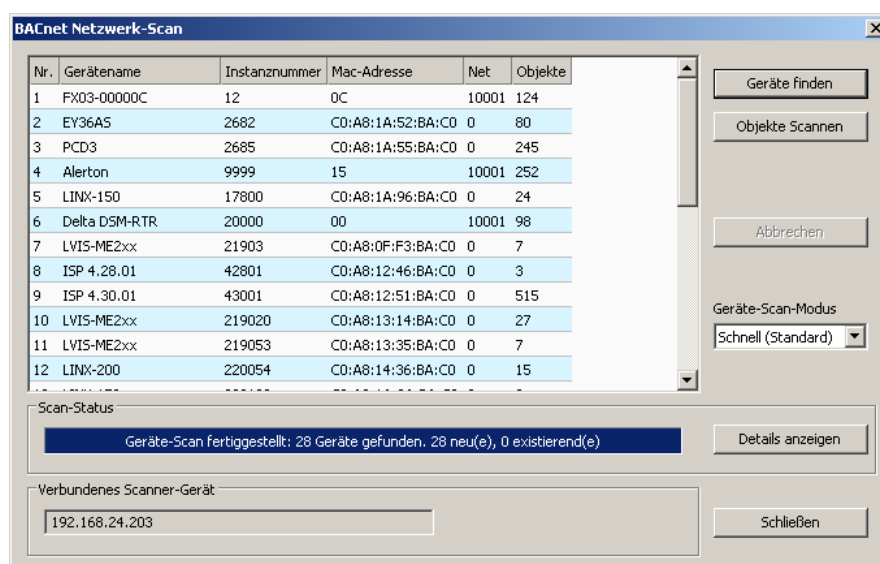

Abbildung 120: Dialog des BACnet-Netzwerkscans
3. Klicken Sie mit der rechten Maustaste auf diesen Ordner und gehen Sie auf **BACnet-Netzwerk scannen....** Dadurch wird der in Abbildung 120 dargestellte Dialog des BACnet-Netzwerkscans geöffnet.